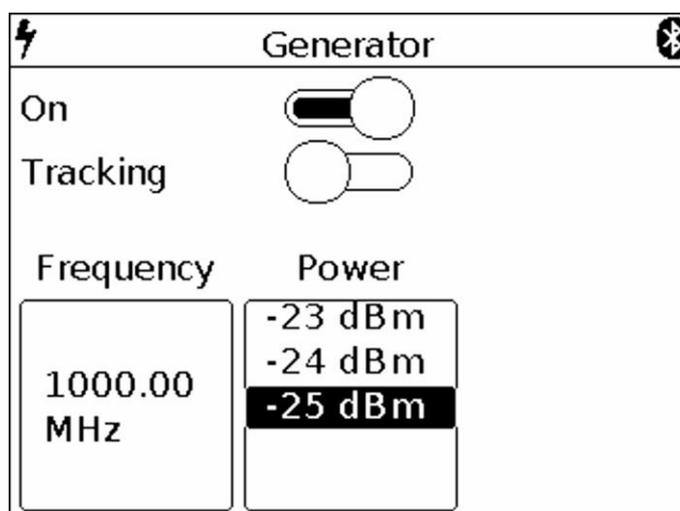

Рисунок 14 – Установка частоты и мощности выходного сигнала генератора
7.6.4. В зависимости от оборудования, на которое подается выходной сигнал генератора, установите значение мощности сигнала в диапазоне от -15 до -25 dBm. Установка параметра, осуществляется «прокруткой» значений до фиксированной выделенной области (Рисунок 14).
7.6.5. Для снятия амплитудно-частотной характеристики (АЧХ) и измерения коэффициента стоячей волны (КСВ) переместите выключатель вправо напротив параметра **Tracking** (Рисунок 14). На экране появится подменю установок, как на рисунке 16.